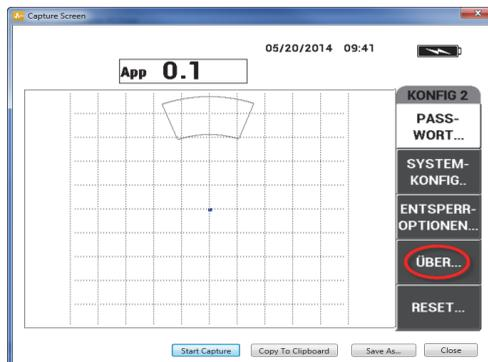

Abbildung 7-3 Menü ÜBER
2. Drücken Sie auf die Funktionstaste D, um das Menü **ÜBER** auszuwählen (siehe Abbildung 7-3 auf Seite 191).